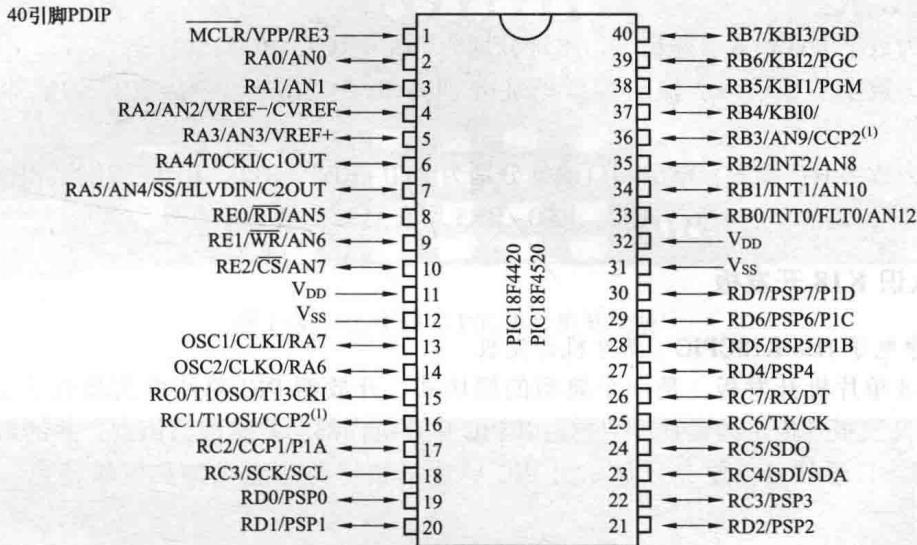

图1-3 PIC18F4520DIP40封装引脚图
(5) PIC18F4520DIP40封装引脚图如图1-3所示。